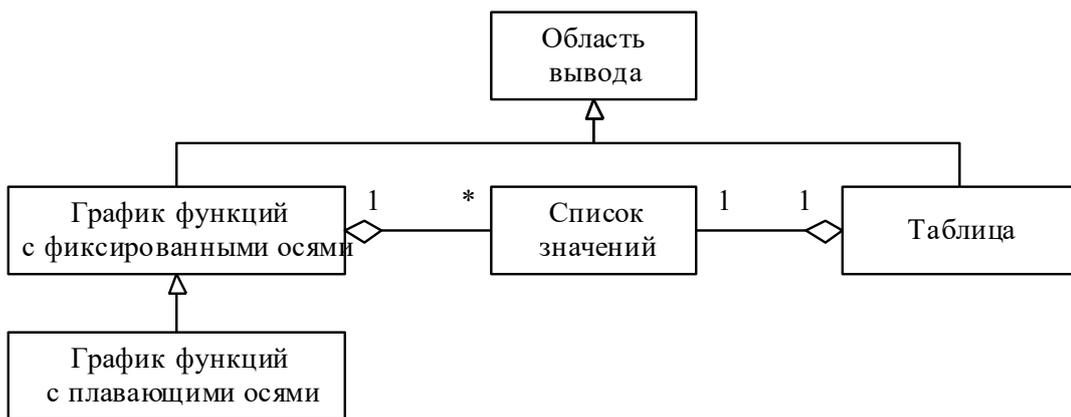

Рисунок 2 – Концептуальная диаграмма классов
- концептуальной диаграммы классов (рисунок 2);